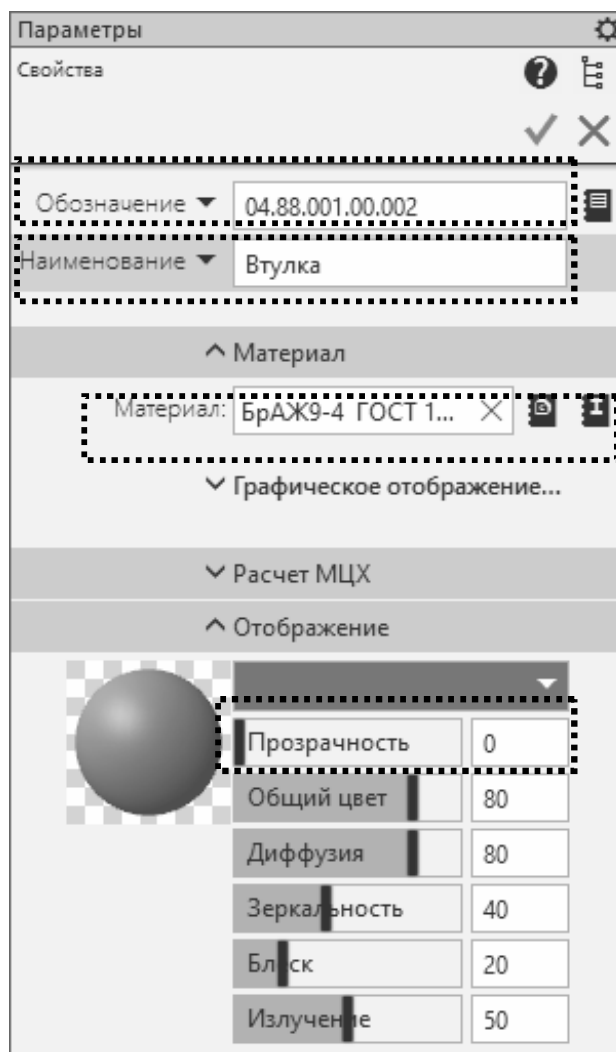

Рис. 1.26. Выбор свойств детали «Втулка»
2. Определите свойства детали, заполнив поля (рис. 1.26).